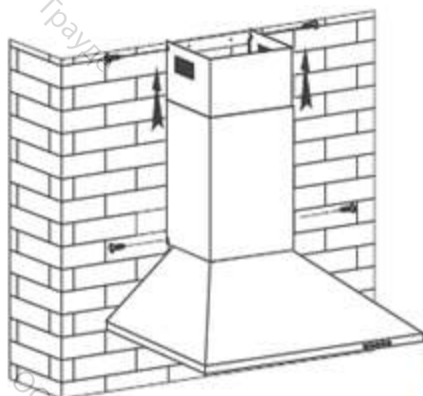

Рис. 6
8. Отрегулируйте высоту выступа внутреннего короба и закрепите его с помощью винтов. См. рис. 6.